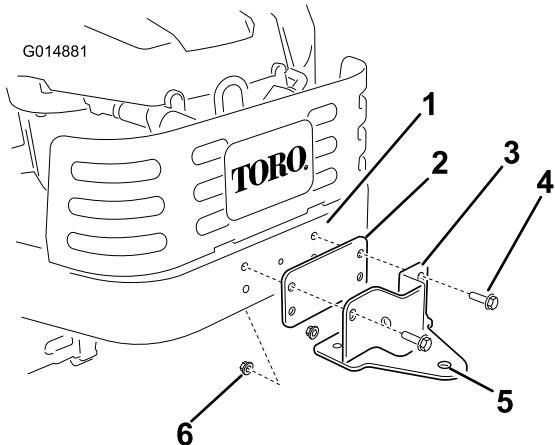

Figura 10
- Localice la placa espaciadora del soporte del bastidor del ensacador entre las piezas sueltas. Instale la placa y el soporte en el bastidor de la máquina según se muestra en Figura 10. Sujete la placa y el soporte al bastidor usando dos pernos 1 pulgada) y dos contratuercas (5/16 pulgada).